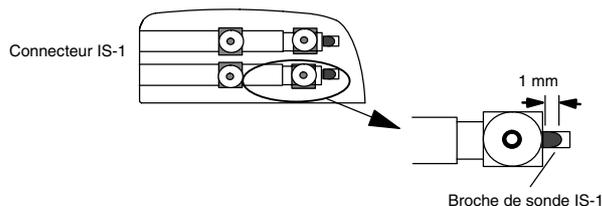

Figure 2-2. Le connecteur IS-1.
- Pour garantir la connexion correcte d'une sonde IS-1 sur le stimulateur, s'assurer que l'extrémité de la broche dépasse visiblement du bloc de connexion d'au moins 1 mm (Figure 2-2). Une fois le contact établi,